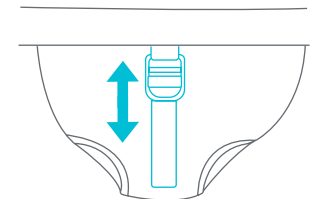

Fig. 2c
- Para ajustar la correa del asiento, tírela hacia arriba para tensarla. Gire el gancho para soltar el asiento (Fig. 2c).